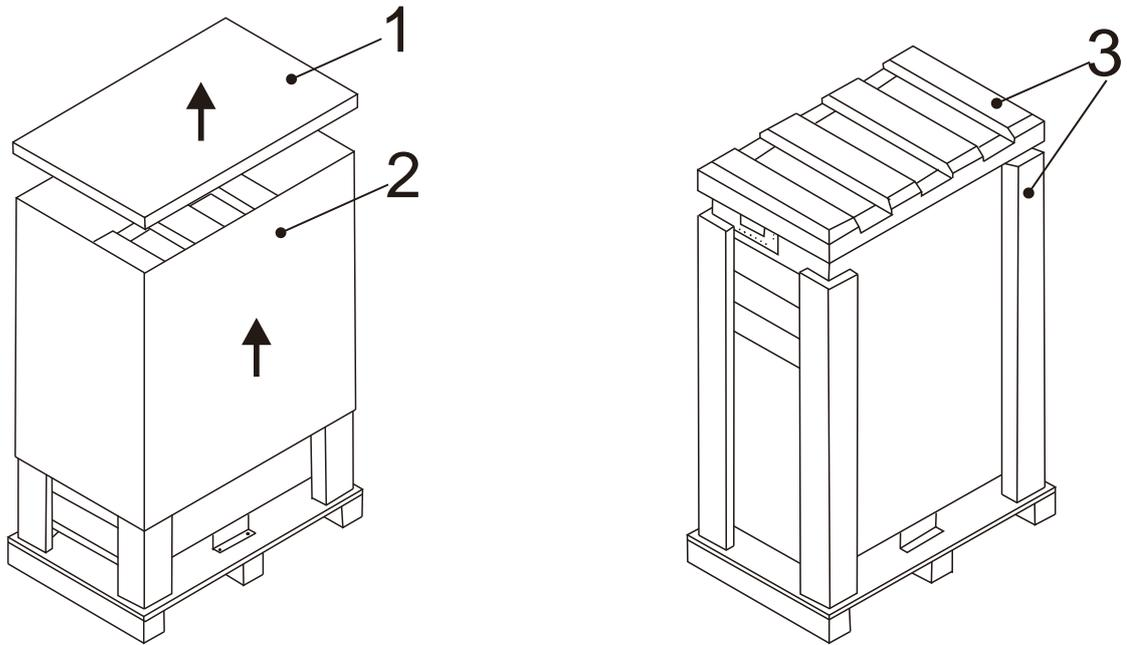

Figure 2-2
2. Veuillez suivre l'ordre de la figure 2-2 pour retirer le carton et les matériaux expansés.